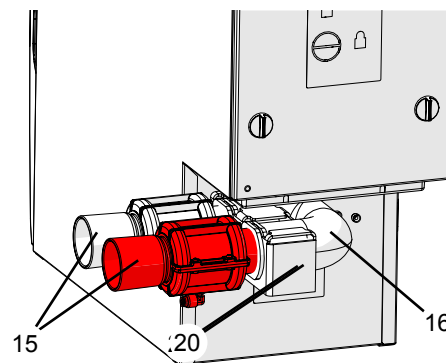

Fig. 3
L'ouverture et la fermeture des canaux d'aspiration s'effectuent au moyen de vannes à manchon pneumatiques (15, Fig. 3). Pour cela, il faut de l'air comprimé. Le tuyau d'alimentation en air comprimé est solidaire de l'appareil.
- ⇒ Extraire les vannes à manchon (15, Fig. 3) du coude d'aspiration (16, Fig. 3).
- ⇒ Dévisser la vis moletée (19).
- ⇒ Détacher le coude d'aspiration avec le support (20) des vis de retenue (26) en le tournant dans le sens des aiguilles d'une montre et le retirer vers l'arrière du raccord d'aspiration de l'appareil (A).
- ⇒ Extraire le coude d'aspiration du support (B), le retourner (C) et le réinsérer dans le support (D) dans cette nouvelle position.
- ⇒ Glisser le coude d'aspiration sur le raccord d'aspiration de l'appareil et accrocher (E) le support aux vis de retenue (26) en le tournant.
- ⇒ Bloquer le support à l'aide de la vis moletée (19).